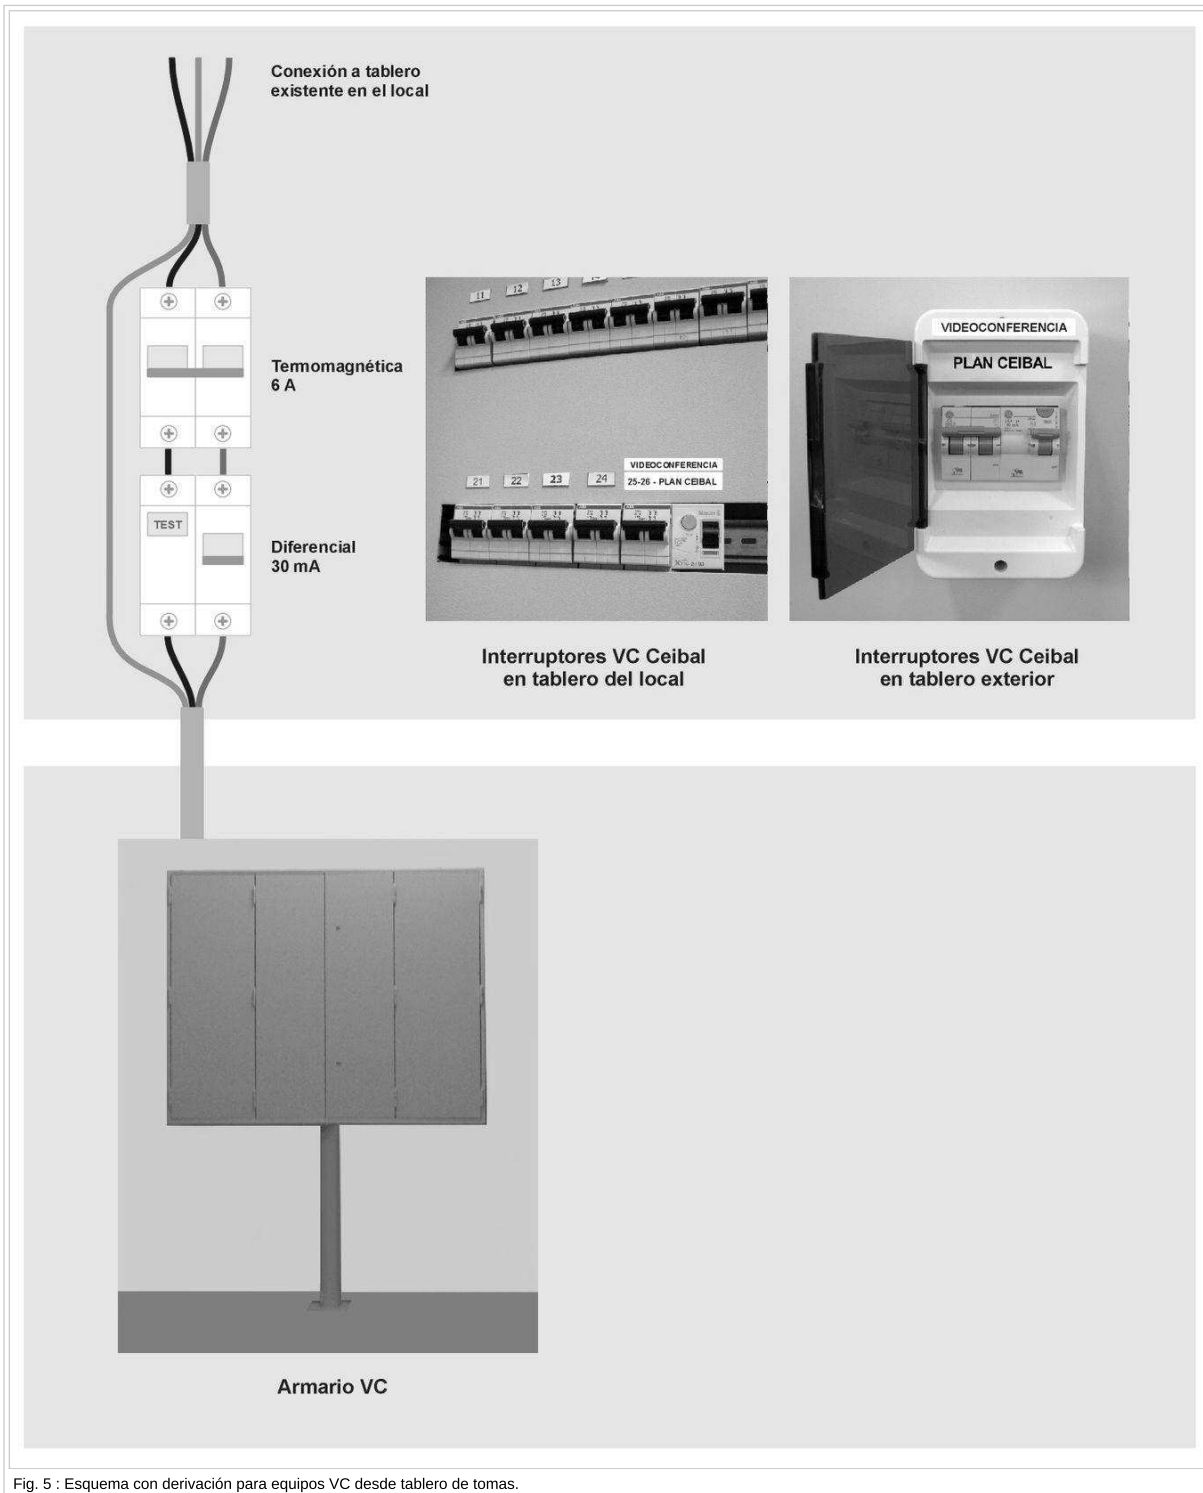

Fig. 5 : Esquema con derivación para equipos VC desde tablero de tomas.
- En caso de que el salón seleccionado para VC diste más de 25 m del rack, la derivación para alimentar los equipos de VC se tomará del tablero del local (en condiciones apropiadas), más cercano a la sala de VC. En este caso, además del interruptor termomagnético de 6A se instalará un interruptor diferencial (Fig. 5).